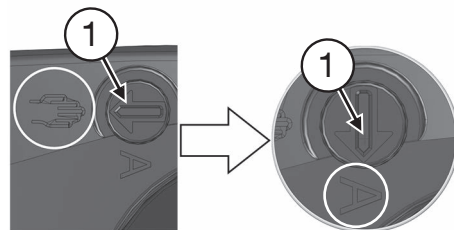
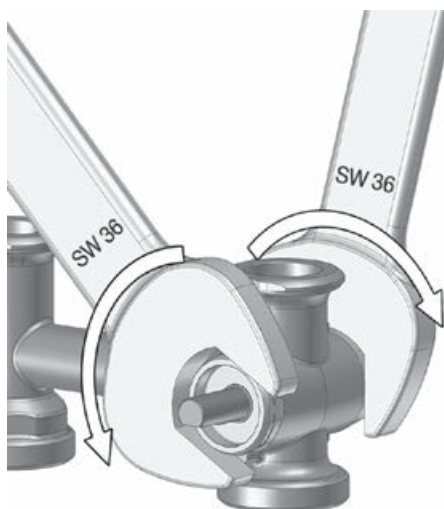

Fig. 18
Fig. 19
7. Impostare nuovamente l'**interruttore di funzionamento (1)** sul **funzionamento automatico** ruotando in senso antiorario di 90° con l'aiuto di un cacciavite, così facendo lo slot sarà in posizione verticale e la punta della freccia indicherà il **simbolo "A"** (fig. 18).
1. Svitare la boccola (1) e il tappo in ottone (3) con l'aiuto di due chiavi (dimensione 36mm) e rimuoverli dal corpo valvola (fig. 19). La boccola (1), il mandrino della valvola miscelatrice (2) e il tappo in ottone (3) ora sono stati rimossi (fig. 18)